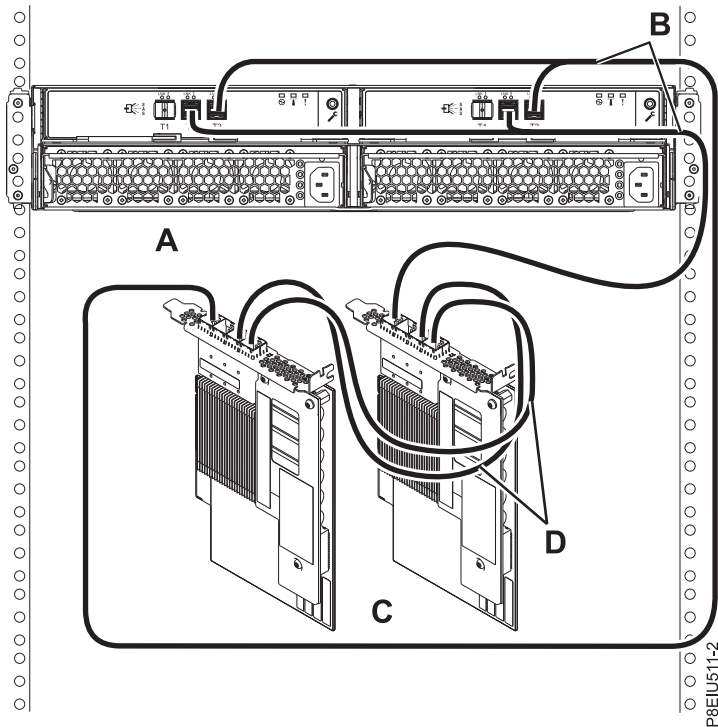

図 15. AA ケーブル付きの 1 対の FC EJ0L SAS アダプター・ペアまたは FC EJ14 SAS アダプター・ペアへの YO12 ケーブルを使用した、1 台の ESLL ストレージ・エンクロージャーまたは ESLS ストレージ・エンクロージャーのモード 1 接続
15. 18 ページの図 15 に示すように、アダプター間 (AA) ケーブル (D) 付きの 1 対の FC EJ0L SAS アダプター・ペアまたは FC EJ14 SAS アダプター・ペア (C) への YO12 ケーブル (B) を使用した、1 台のエンクロージャ (A) のモード 1 接続を行います。その後、23 ページの『ケーブルと電源コードの接続およびカバーの取り付け』に進みます。